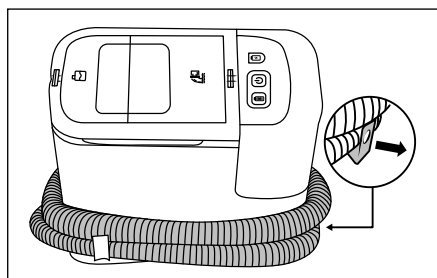

Fig. 10
**i Indicación:** (1) Vacíe el depósito de agua limpia 2  si no pretende utilizar el aparato durante un tiempo prolongado. (2) Guarde el aparato exclusivamente en un estado limpio. Para ello, consulte la descripción del capítulo **7. Limpieza y mantenimiento.**
- ◆ Extraiga el soporte para el tubo 15 del aparato. Coloque el tubo de rociado/aspiración 19 alrededor del aparato y utilice para ello los soportes para el tubo 15/16 (consulte la fig. 10).